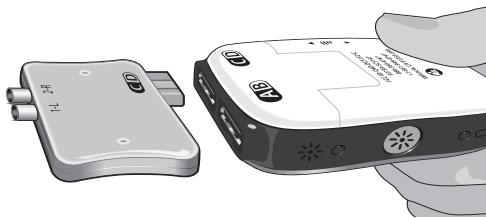

Figur 7: 1x8 Operasjonsromkabler og forlenger
1. Fest operasjonsrommets kabelforlengelse til operasjonsromkabelen (figur 7).